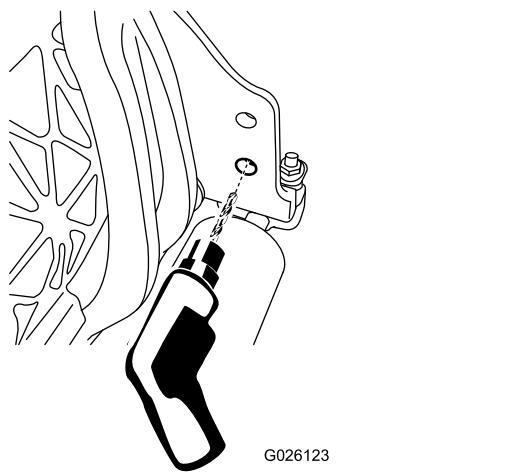

図 5
1. カッティングユニット右側の下穴を、9mm のドリルで拡大する 図 5。